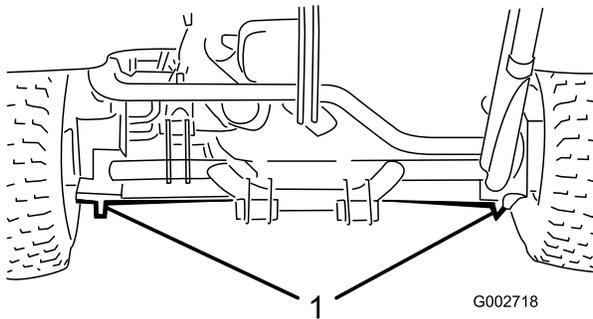

Figura 20
- Lado esquerdo ou direito—debaixo do motor de roda traseiro ou da estrutura (Figura 20).